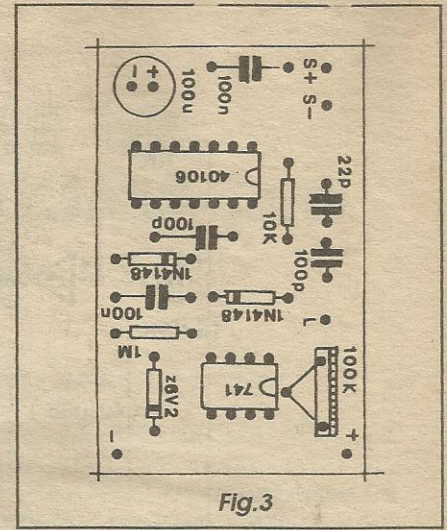

Fig.3
- **FIG. 3 - CHAPEADO DA MONTAGEM** - Como é praxe nas descrições das montagens aqui em **APE**, a figura traz a estilização da face não cobreada do impresso, com todos os principais componentes claramente identificados, incluindo códigos, valores, polaridades, etc. Novamente, o único e fundamental requisito é a... **atenção!** Basta inserir e soldar os componentes um a um, conferindo cada passo, eventualmente recorrendo ao **TABELÃO APE** (se surgirem dúvidas nas interpretações de valores, identificação de *pernas* ou polaridades, etc.), levando em conta que os integrados, os diodos (inclusive o zener) e o capacitor eletrolítico, são *polarizados*, exigindo posição única e certa para acoplamento à placa... Quanto aos integra-